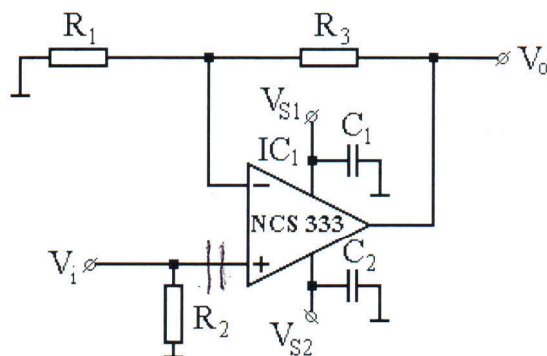

Fig. 1
1. Folosind circuitul integrat NCS333 și componentele discrete aflate la dispoziție (vezi Tabelul 1) realizați montajul din Fig. 1. Valorile componentelor sunt: $R_1 = 1k\Omega$, $R_2 = 50\Omega$, $R_3 = 10k\Omega$ iar C_1 și C_2 vor fi de $100nF$. Tensiunile de alimentare sunt: $V_{S1} = +2,5V$ și $V_{S2} = -2,5V$.